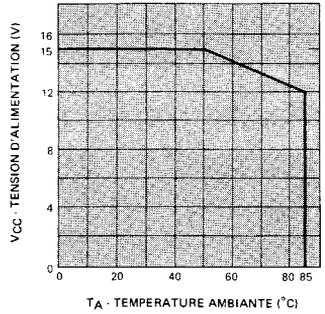

FIGURE 4 – Tension d'alimentation max. en fonction de la température ambiante  $R\theta_{JA} = 175^{\circ}\text{C/W}$ . Dispositifs à 12 V
- Diminue de  $0,086\text{ V}/^\circ\text{C}$  au-dessus de  $T_A = 50^\circ\text{C}$  (voir figure 4).